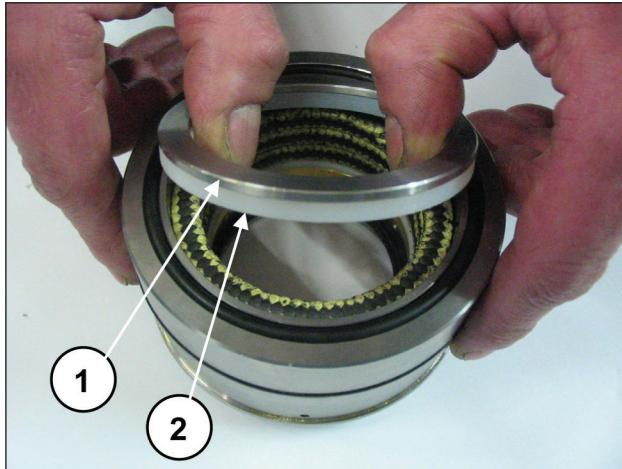
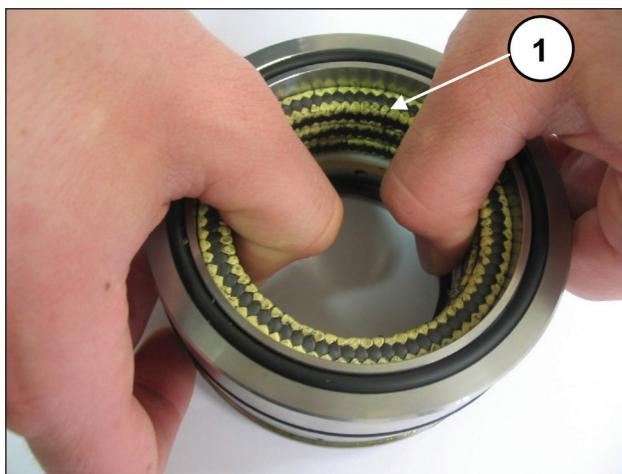

Fig. 166
Fig. 167
Separe o suporte das juntas da camisa, retire o anel para mola e o anel de raspagem (pos. ①②, Fig. 166) para ter acesso às juntas de pressão (pos. ①, Fig. 167).